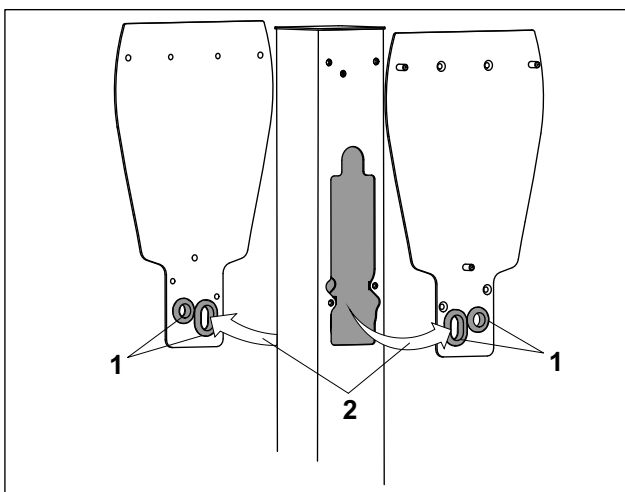

Abb. 3 Kabeleinführung in die Adapterplatten
1. Die beiliegenden Adapterplatten besitzen getrennte Kabeldurchführungen für die leistungsführenden Kabel sowie die Daten führenden Kabel. Befestigen Sie jeweils die im Beipack enthaltenen, passenden Durchführungsstüllen (Abb. 3/1) an den Kabelausführungsöffnungen der Adapterplatten. Wenn keine Datenkabel verwendet werden, müssen die entsprechenden Kabelausführungsöffnungen mit den beiliegenden Abdeckelementen verschlossen werden.
2. Führen Sie die Kabel aus der Stele heraus (Abb. 3/2) durch die entsprechenden Kabelöffnungen in der jeweiligen Adapterplatte.